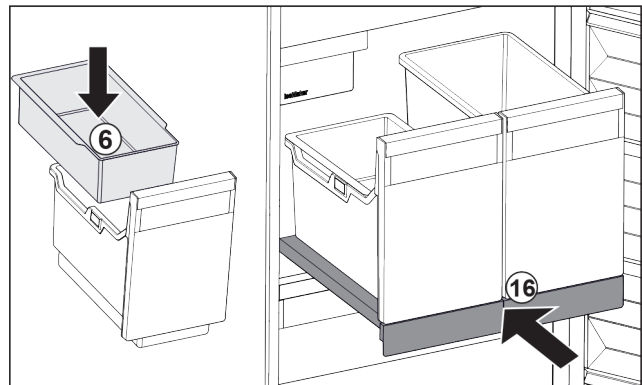

Fig. 201
- ▶ Вставьте навесной лоток Fig. 201 (6) для кубиков льда.
- ▶ Вставьте выдвижную панель с контейнером (IceTower). Fig. 201 (16)